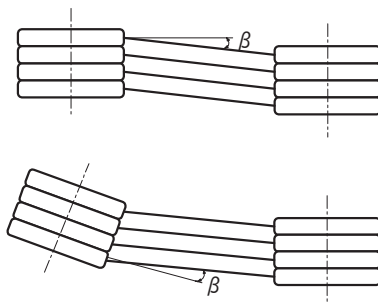

図5
(2) チェーン、スプロケット、ギヤを使用する場合
(3) Vベルトを使用する場合
- ・ 両プーリ間の平行度、偏心度は 20° 以内としてください。(図5参照)